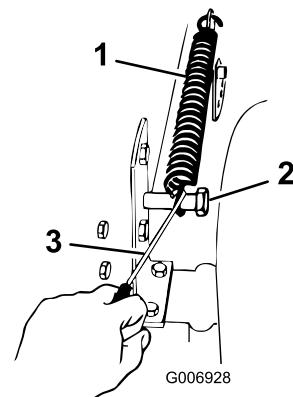

Figura 46
18. Enganche el muelle de elevación que se encuentra entre el soporte de elevación del lado derecho del cortacésped y el perno de retención (Figura 46).